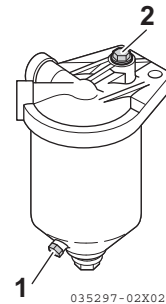

Abbildung 7
2. Ablass-Schraube (**Abbildung 7, (1)**) des Wasserabscheiders lösen und darin gesammeltes Wasser bzw. Schmutz ablassen. Angesammeltes Wasser und Schmutz korrekt entsorgen.
3. Nach dem Ablassen die Entlüftungsschraube (**Abbildung 7, (2)**) anziehen.